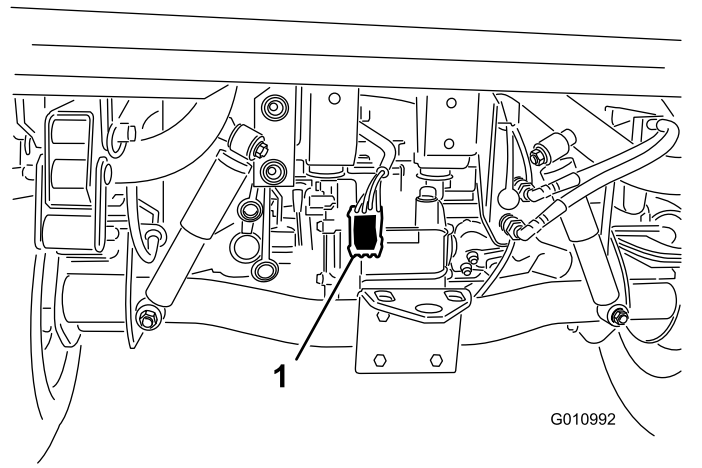

Figura 8
5. Pase el arnés de cables junto al arnés principal del vehículo hasta la parte trasera del vehículo (Figura 8).